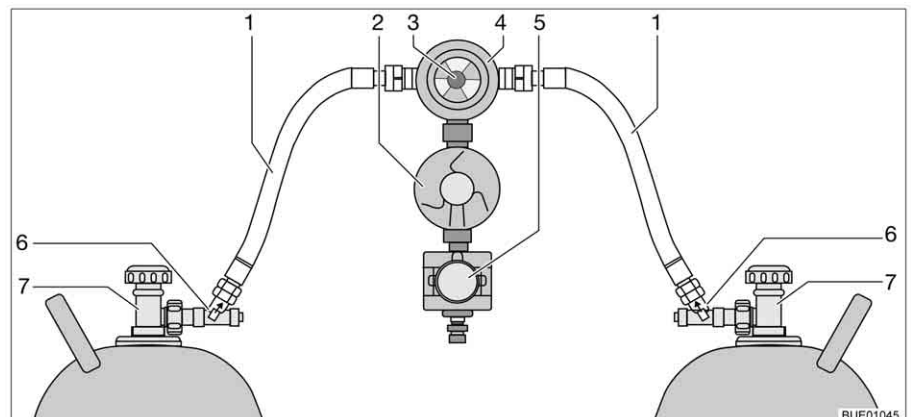

Bild 143 Crash-Protection-Unit-omkopplingsenhet
Crash-Protection-Unit består av två genomflödesbegränsare med manuell frigöring (Bild 143,6), en omkopplingsventil (Bild 143,4) med tryckregulator (Bild 143,2), en elventil (Bild 143,5) och kontrollenheten med trefärgad lysdiod. Omkopplingsventilen är monterad mellan de båda gasslangarna (Bild 143,1).
Med vredet (Bild 143,3) på omkopplingsventilen ställer du in vilken gasflaska som ska användas som driftflaska och vilken som ska användas som reservflaska.
Med kontrollenheten (Bild 144) kan endast de elektriska funktionerna styras. Gasflaskornas huvudavstängningsventiler (Bild 143,7) och frigöringarna (Bild 143,6) måste öppnas för hand.
- Öppna huvudavstängningsventilerna på gasflaskorna (Bild 143,7).
- Tryck in frigöringarna (Bild 143,6) i tio sekunder efter varandra.
- Med vredet (Bild 143,3) på omkopplingsventilen (Bild 143,4) väljs gasflaskan, som ska prioriteras (driftflaska).
- Stäng huvudavstängningsventilerna på gasflaskorna (Bild 143,7).